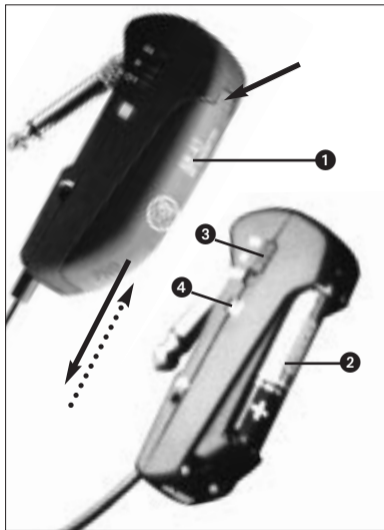

Fig. 2 : Mise en place de la pile
3.1 Mise en place/remplacement et essai de la pile (voir Fig. 2)
4. Mettez la pile fournie ou la nouvelle pile (2) dans le compartiment comme indiqué à la Fig. 2.
5. Faites occuper au curseur ON/MUTE/OFF (3) la